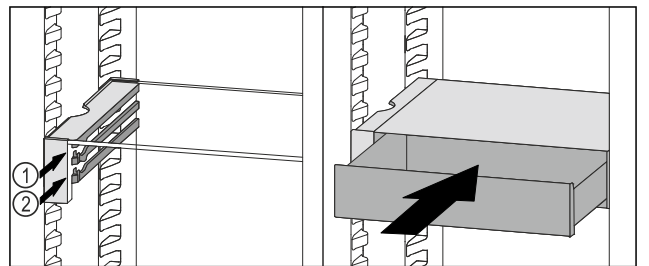

Fig. 101
- ▶ 将 VarioSafe 抽屉放置在所需肋梁 Fig. 101 (1) 或 Fig. 101 (2) 上的止挡器后面。